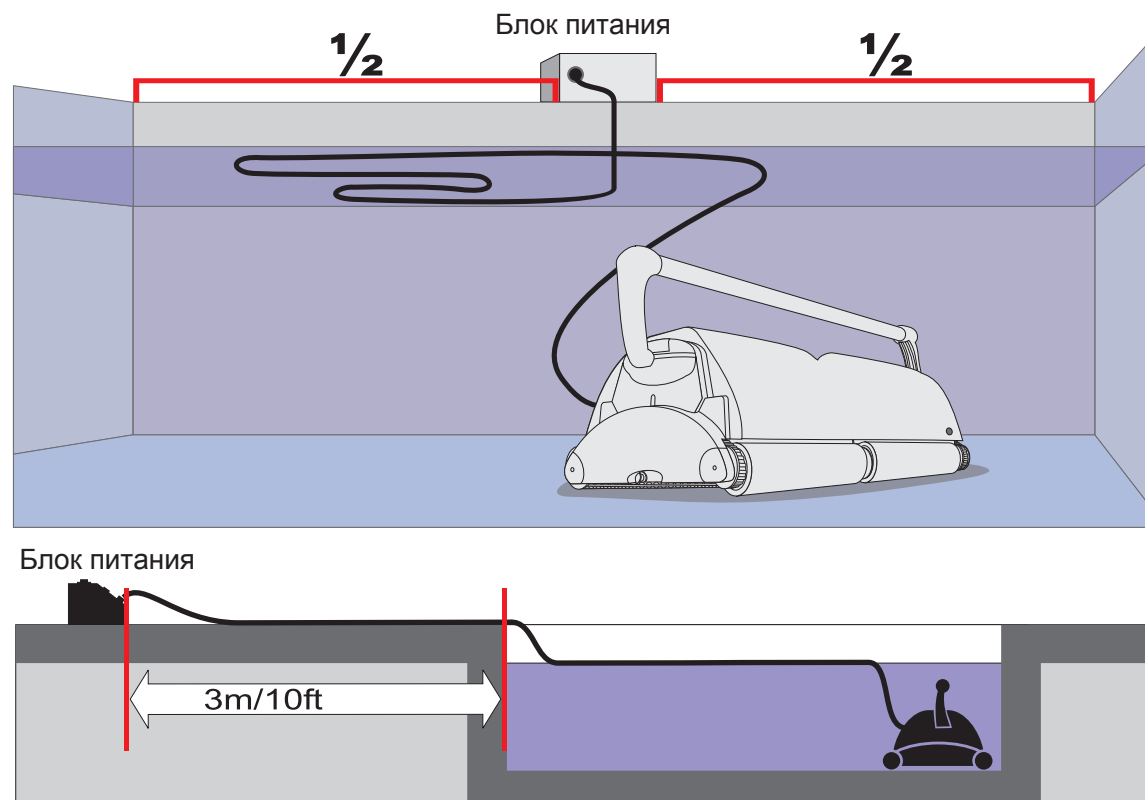

Рис. 1
Блок питания должен располагаться в любой защищенной зоне на расстоянии не менее 3 метров от бассейна. Кроме того, его нельзя оставлять под дождем или в луже воды. Если возможно, установите блок питания в середине расстояния длины бассейна. (рис.1) Это позволит кабелю и устройству достичь любого угла бассейна. Прилагаемый блок питания сконфигурирован для ОДНОГО из следующих входов а)115 V; б)230 V.
- 4) Полностью разверните плавающий кабель и распределите его по поверхности воды бассейна как можно более равномерно. Убедитесь, что кабель не имеет переплетений или перегибов (рис. 1)